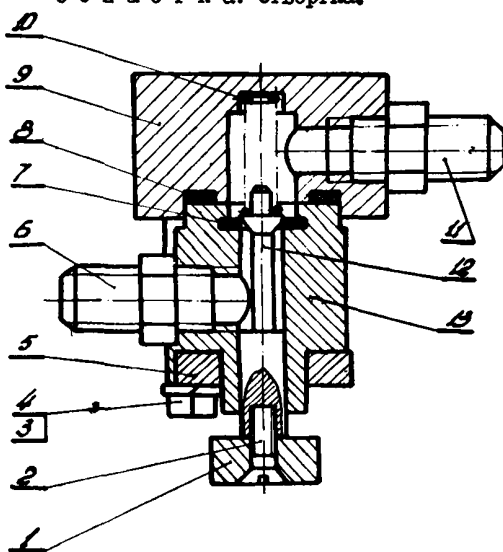

Рис.22. Кнопочное устройство отключения:
22.1. Ввинтить ниппель 6 (рис.22).